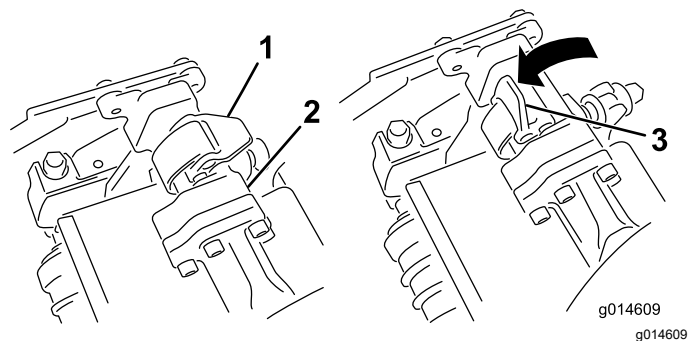
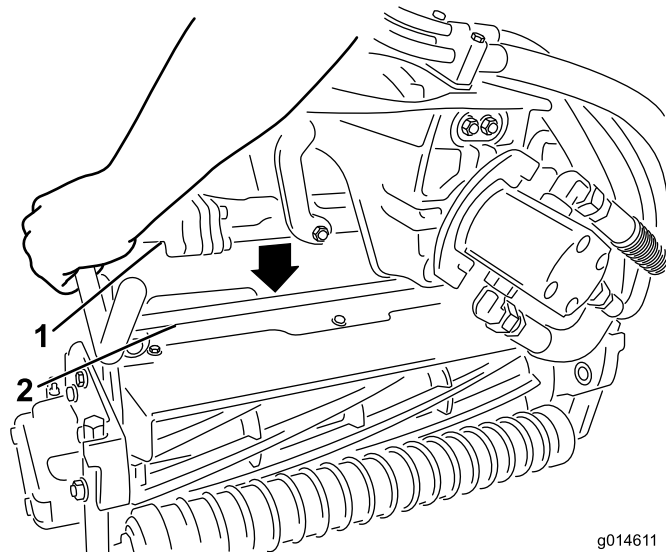

Figura 48
Figura 49
3. Con i fermi del braccio di sospensione rivolti verso l'alto (cioè aperti) (Figura 48), premete il braccio di sospensione verso il basso in modo che la barra si inserisca nella barra della parte superiore dell'apparato di taglio (Figura 49).
4. Chiudete i fermi spostandoli verso il basso e attorno alla barra dell'apparato di taglio, quindi bloccateli in posizione (Figura 48).
4. Aprite i fermi sulla barra del braccio di sospensione dell'apparato di taglio che state rimuovendo (Figura 48).